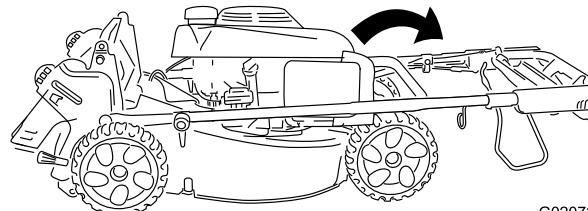

Figura 5
2. Mueva con cuidado la sección superior del manillar hacia adelante hasta que las dos mitades del mismo estén alineadas y encajen según se muestra en Figura 5.